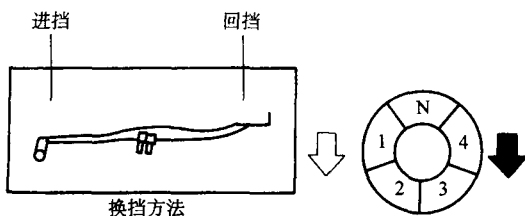

图 1—2 挡位说明
(4) 摩托车换挡。以隆鑫 LX90、LX90 - A 摩托车为例, 它有一个循环式变速机构, 可直接从最高挡变换到空挡。每次换挡前应关小油门, 紧握离合器手把, 踩下变速器踏板换到第二挡位, 依次类推重复循环, 可逐渐转换到第三、第四挡位。图 1—2 所示为挡位说明: N 为空挡, 1 为第一挡, 2 为第二挡, 3 为第三挡, 4 为第四挡。
(5) 摩托车的制动。当需要降低车速时, 通常应逐步使用前制动和后制动。需要紧急制动时, 应果断地同时使用前、后制动。